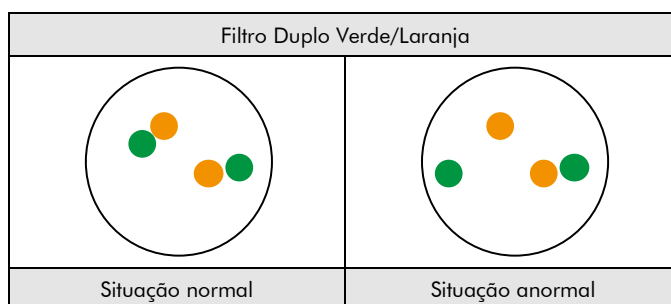

Fig. 2: Resultados esperados em núcleos normais e anormais
**Situação normal:** Em interfases de células normais ou em células sem translocação envolvendo a região do gene SPI1, são visíveis dois sinais de fusão verde/laranja (ver Fig. 2).
**Situação anormal:** Uma região do gene SPI1 afetada por uma translocação é indicada por um sinal verde e laranja separados (ver Fig. 2).